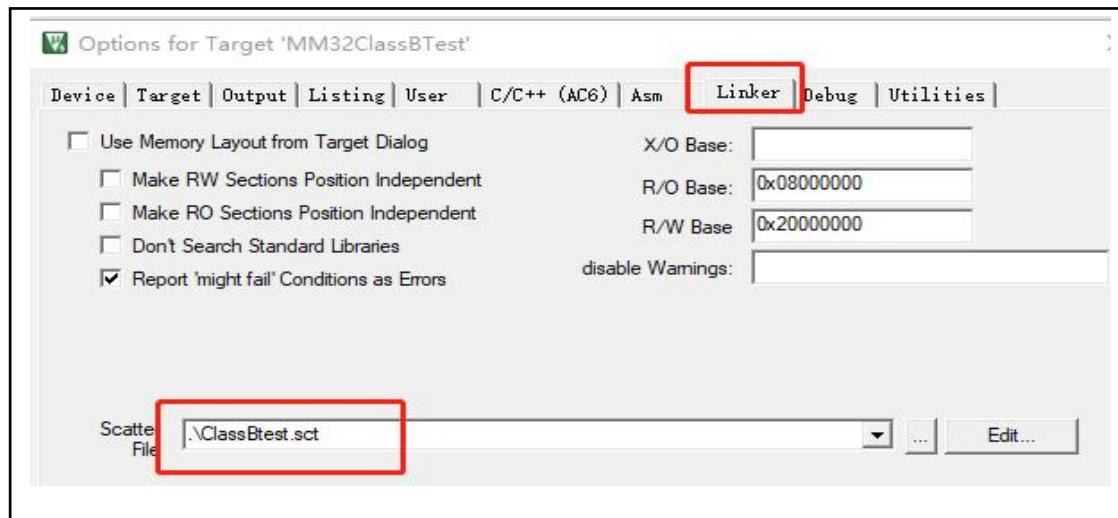
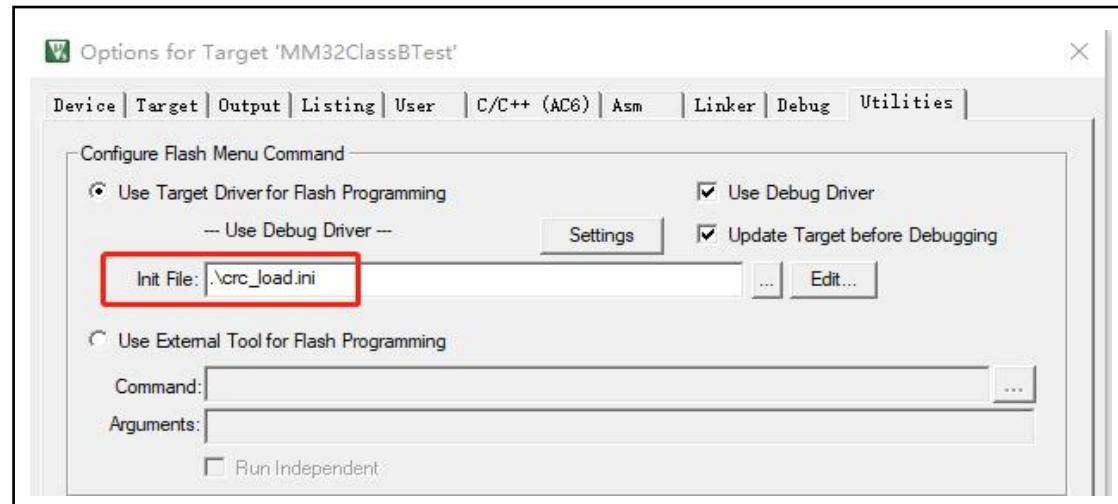

图 22. keil 平台 SCT 文件路径配置
图 23. keil 平台调试脚本配置
6. Utilities 选项中设置 crc\_load.ini 路径用于 debug 时加载含 CRC 的 hex 文件，linker 选项中取消勾选默认分散加载文件，设置例程中的 SCT 文件路径（如图 22 和图 23）；